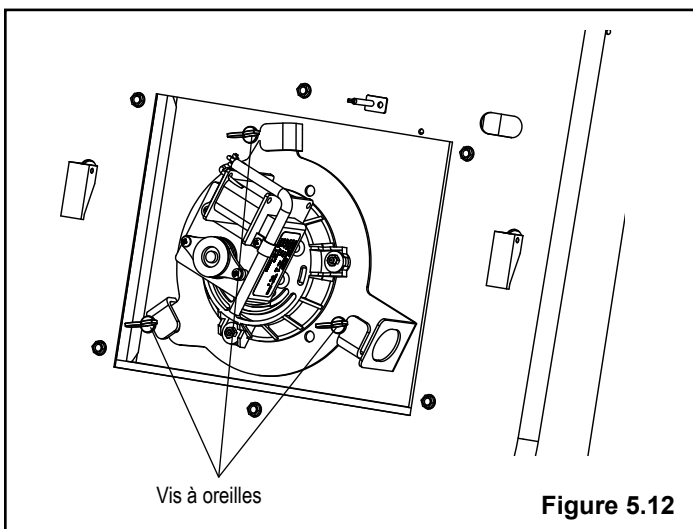

Figure 5.12
Desserrez les trois (3) vis à ailettes d'environ 4 tours. Figure 5.12. Tenez la tête du moteur d'une main et la plaque du ventilateur de l'autre. Tirez sur la poignée de la plaque pour libérer toute l'unité. Tournez maintenant la plaque d'environ 1/8 de tour dans le sens inverse des aiguilles d'une montre. Ceci permettra de sortir l'assemblage complet de la chambre du ventilateur.